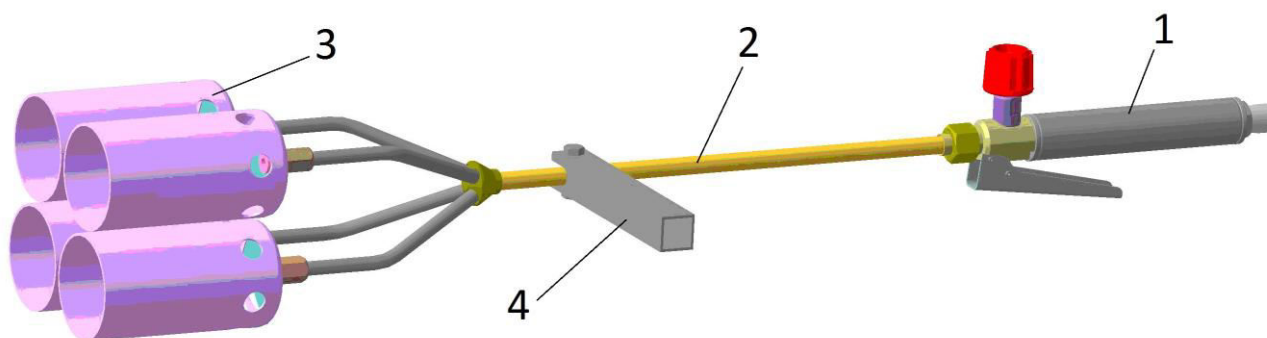

Рис.1 Горелка модели ГВ ДЖЕТ 119 15
4.1 Внешний вид горелок представлен на рис.1